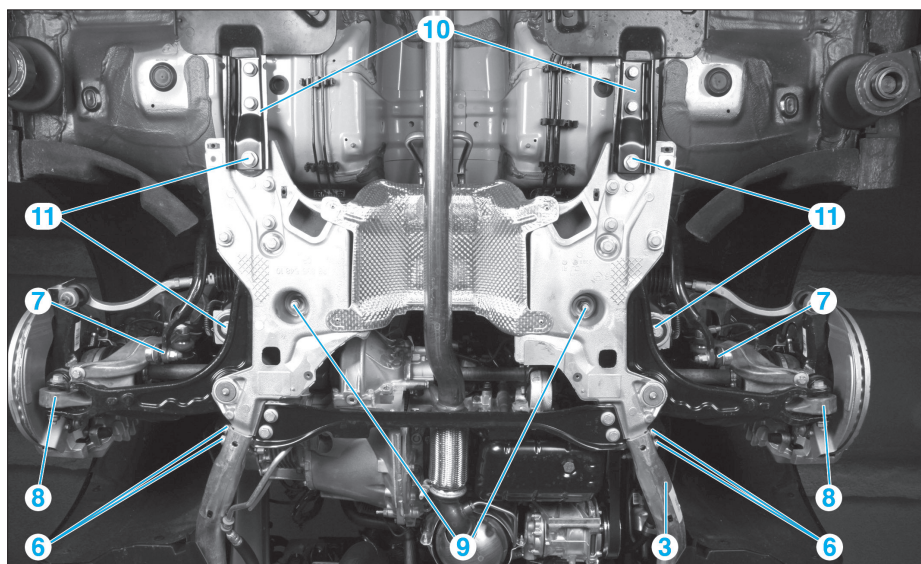

Fig. 14
- les vis (6) de fixation du prolongateur de berceau (3) (Fig.14),
- les écrous des fixations inférieures (7) des biellettes de barre stabilisatrice,
- les fixations inférieures (8) des triangles sur les pivots.